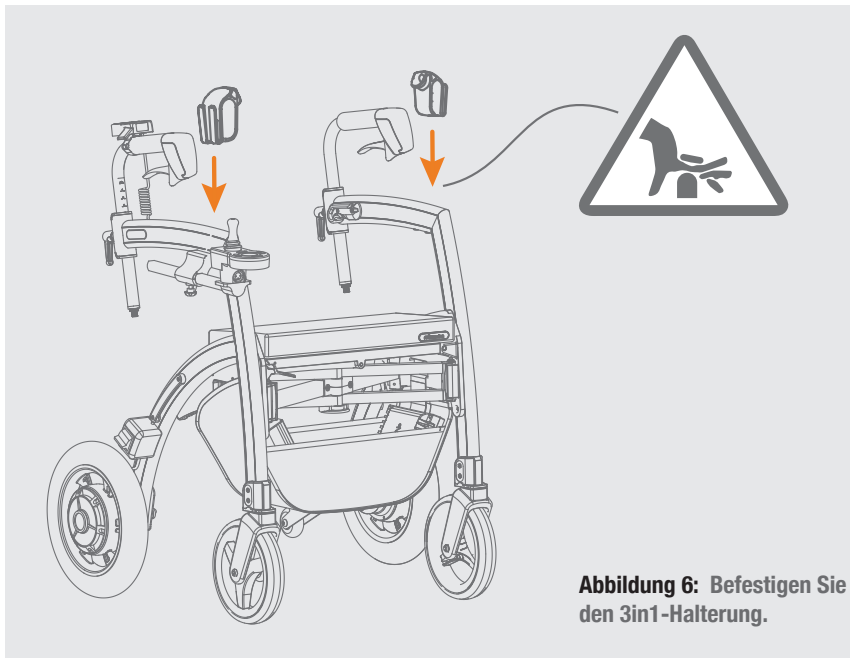

Abbildung 6: Befestigen Sie den 3in1-Halterung.
- b. Befestigen Sie die Halterungen, indem Sie sie auf den Rahmen schieben und herunterdrücken **(Abbildung 6)**.